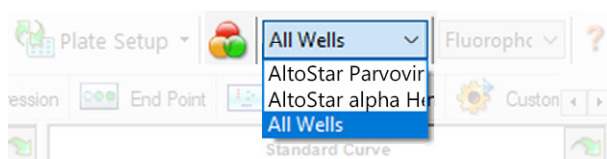

Figura 4: Botón Well Group (grupo de pocillos) y menú desplegable Well Group (grupo de pocillos)
En la ventana Data Analysis (análisis de datos), asegúrese de seleccionar el **Well Group** (grupo de pocillos) del kit AltoStar® Parvovirus B19 PCR Kit 1.5. Por tanto, haga clic en el menú desplegable **Well Group** (grupo de pocillos) junto al botón **Well Group** (grupo de pocillos) (consulte la figura 4) de la barra de herramientas. No utilice el **Well Group** (grupo de pocillos) «All Wells» (todos los pocillos). La selección de la figura 4 se usa como vista de ejemplo general.
1. En la ventana Data Analysis (análisis de datos), asegúrese de seleccionar el **Well Group** (grupo de pocillos) del kit AltoStar® Parvovirus B19 PCR Kit 1.5. Por tanto, haga clic en el menú desplegable **Well Group** (grupo de pocillos) junto al botón **Well Group** (grupo de pocillos) (consulte la figura 4) de la barra de herramientas.